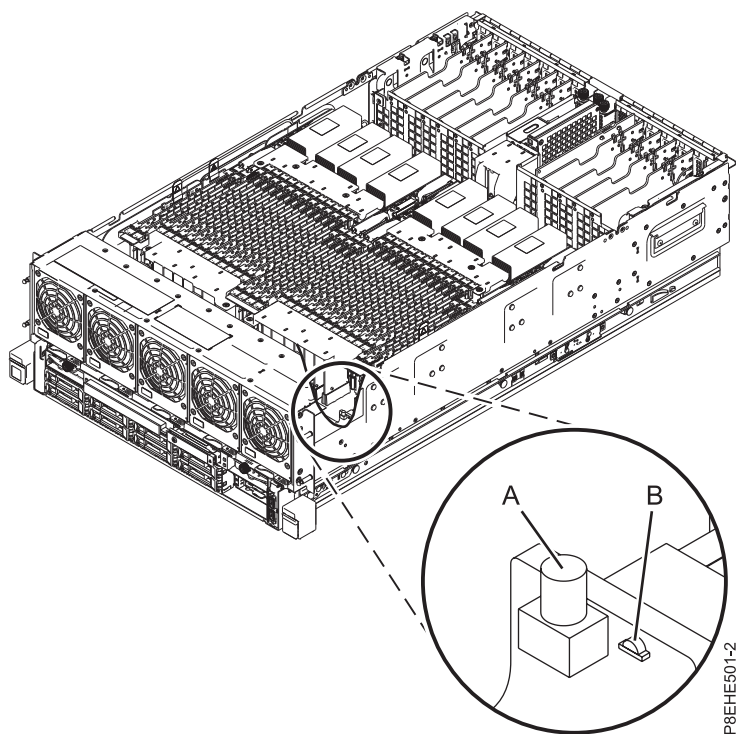

Figura 3. Activar o LED de identificação
2. Prima o botão de apertar (A) conforme demonstrado em Figura 3 na página 6 para activar o LED de identificação. Verifique se o LED (B) está aceso, o que indica que existe alimentação suficiente para o LED de identificação. Se o (B) não estiver aceso, utilize o código de localização para localizar a localização física através do rótulo de assistência.